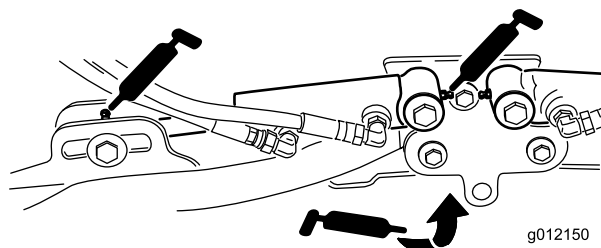

Figura 43
- Cilindros del brazo de elevación de la unidad de corte (2 en cada) (Figura 43)
- Pivotes del brazo de elevación (1 en cada) (Figura 43)